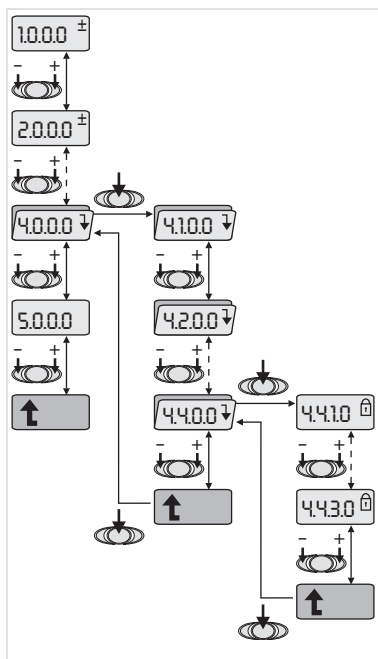

Fig. 32: Ejemplo de navegación
- Efectuar la navegación general en el menú de la siguiente forma (ejemplo, véase Fig. 32):